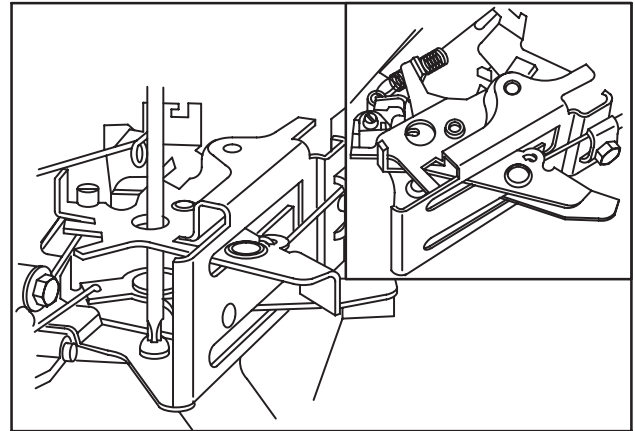

Fig. 93
1. Placer le levier (supérieur) d'accélération en position de ralenti et le levier (inférieur) de starter complètement en position CHOKE, Fig. 93.
4. Monter le ressort du régulateur sur la patte, Fig. 93.